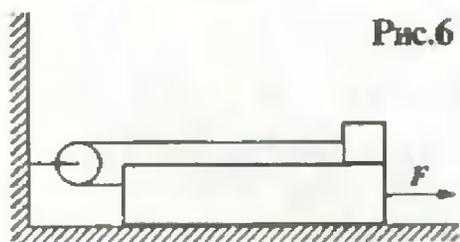

Рис.6
13. На гладком горизонтальном столе покоится брусок массы $M = 2$ кг, на котором находится кубик массой $m = 0,1$ кг. Кубик и брусок связаны легкой нерастяжимой нитью, перекинутой через невесомый блок (см. рис. 6). Какую силу F нужно приложить к нижнему бруску, чтобы кубик соскользнул с него за время $\tau = 1$ с? Длина нижнего бруска равна $L = 0,5$ м, длина кубика пренебрежимо мала по сравнению с L . Коэффициент трения между брусками $\mu = 0,5$. Трением в блоке пренебречь.